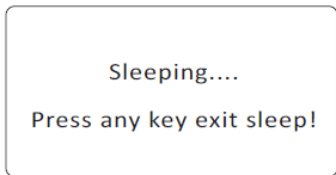

图10
**注意：**睡眠时间可设置为 OFF 或 1~360 分钟，当设定为 OFF 时产品关闭睡眠功能。睡眠功能开启后，如果在设定的待机时间内没有进行任何的焊接使用或设置等操作，焊台将进入睡眠状态(如图 10)，同时温度会逐渐下降到所设定的睡眠温度内进入休眠状态。当需要进行焊接时，按任意键唤起焊台，焊台会升温到之前设置的温度后即可开始工作。